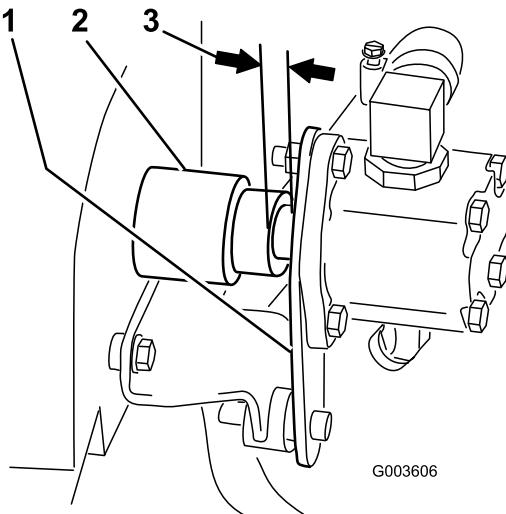

Figure 21
**Remarque:** Vérifiez qu'il existe un espace entre la plaque de pompe et le moyeu. Si ce n'est pas le cas, le moyeu est mal monté et doit être repositionné correctement (Figure 21).